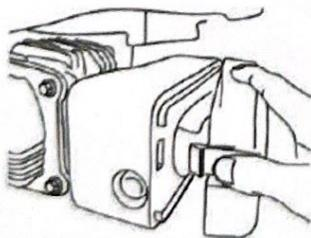

Рис. 24
- Снимите защелки с корпуса воздушного фильтра (рис. 24) и снимите крышку воздушного фильтра.